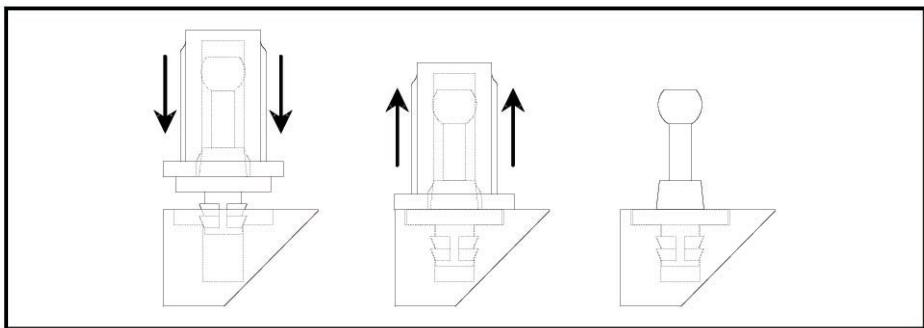

図 2.5 グリルピンをグリルのフレームに取り付ける。ピンのフランジがグリルの表面と同平面になっているかを確かめてください。
5、ピンの取り付け口に、グリルピンの見えている先をあて、ピンとフレームの間にグリルクロスなどが挟まらないかどうか確かめてから、小さなハンマーなどを使って新しいグリルピンを設置場所に穩やかにたたきながらはめ込みます。次にグリルピン取り付け器具を引き抜き、ピンのフランジがグリルの表面と同一平面になっているか確かめてください。(図 2.5 参照)